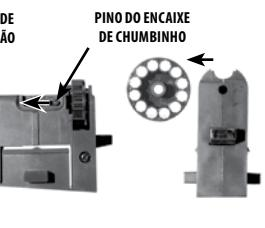

Fig. 5
- 3. Deslique o pino do clipe de chumbinhos para a frente e remova o clipe da lateral do carregador. (Fig. 5)
3. Deslique o pino do clipe de chumbinhos para a frente e remova o clipe da lateral do carregador. (Fig. 5)